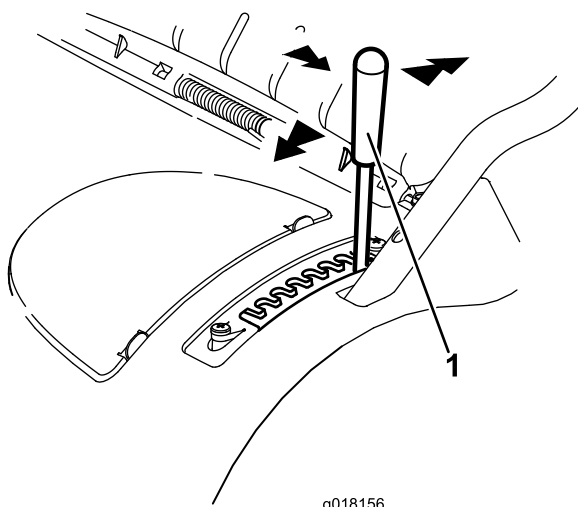

Figura 11
1. Afferrate la leva e tirate lateralmente per disinserirla dalla tacca di bloccaggio (Figura 11).
2. Spingetela avanti per diminuire l'altezza di taglio o tiratela indietro per aumentarla (Figura 11).
3. Lasciate andare la leva in corrispondenza della posizione richiesta e assicuratevi che si blocchi saldamente in una delle otto tacche di regolazione (Figura 11).